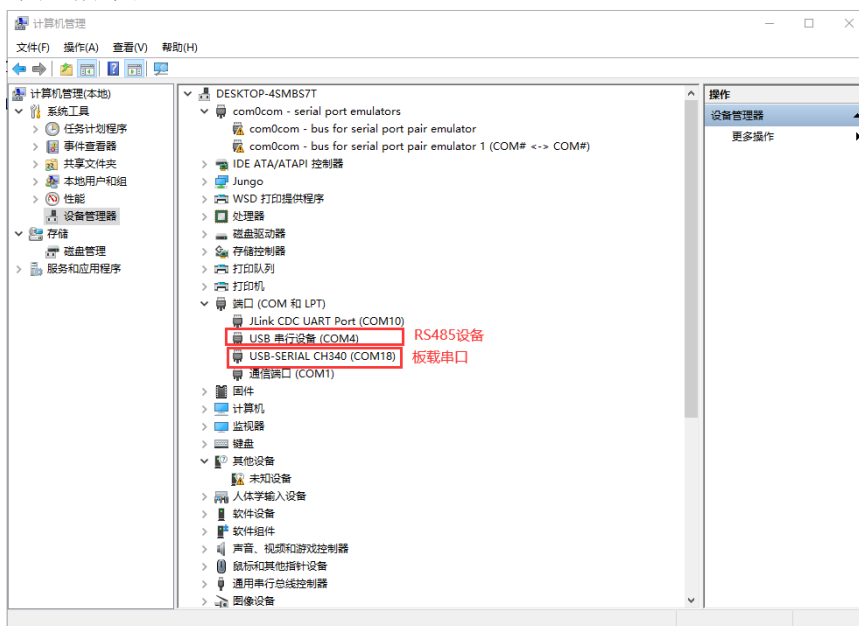

图 4
- 2、在设备管理器中找到板载 USB 转 UART 对应的串口号和 RS485 设备对应的串口号，如图 4 所示；